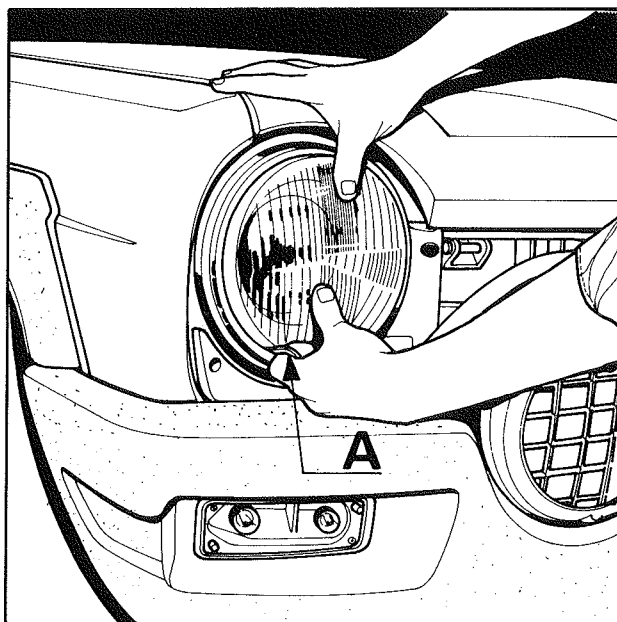

Fig. 1
Pour relever le faisceau lumineux, tirer sur la languette (A) (fig. 1).